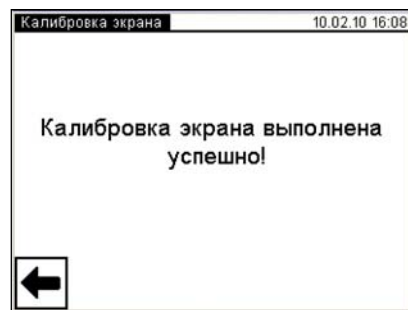

Рисунок 6.8
- 3) Виконати по чергові директиви, що з'являться на екрані. На закінчення на екрані з'явиться вікно з повідомленням "Калибровка экрана выполнена успешно!" (рисунок 6.8).